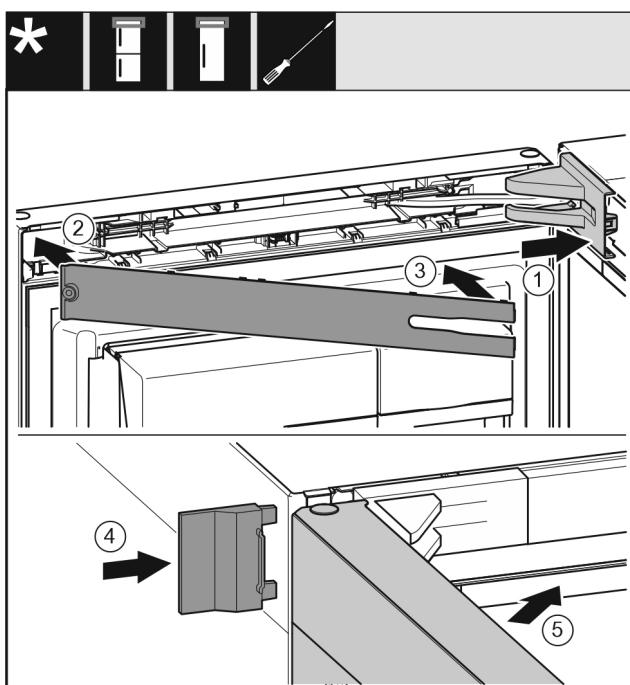

Fig. 51
- Поставете и фиксирайте капака на лагерната стойка, при нужда внимателно го натиснете настрани. Fig. 51 (1)
- Поставете капачката. Fig. 51 (2)
- Завъртете навътре капачката и я фиксирайте. Fig. 51 (3)
- Нахлузете външния капак. Fig. 51 (4)
- Затворете горната врата. Fig. 51 (5)